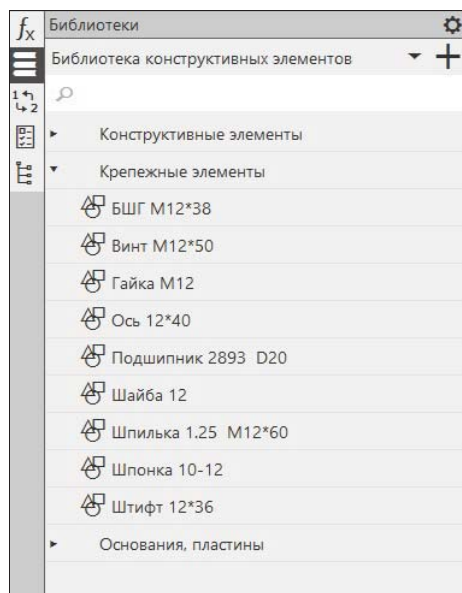

Рис. 30.9. Вкладка Библиотеки:
- ◆ нажмите на "треугольник" и раскройте список подключенных библиотек, содержащий все включенные в конфигурацию библиотеки (рис. 30.9). Первой в списке является библиотека **Конструктивных элементов**;